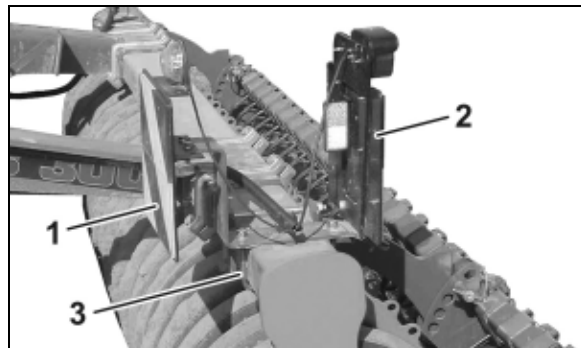

Fig. 15
- o klembeugel en verlichting aan de voor (Fig. 15/1) en achterzijde (Fig. 15/2) demonteren.